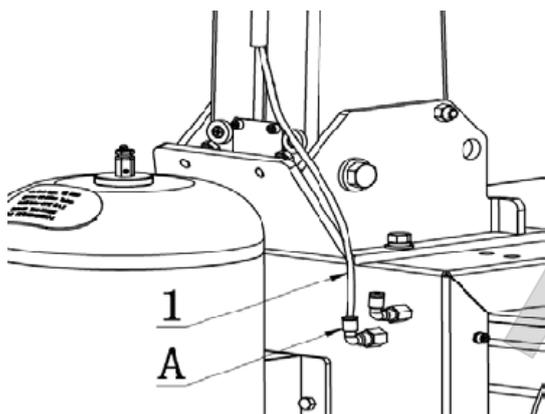

Рис. 8-7
6. Подсоединение воздушного шланга колонны: вставьте шланг Ø6 (рис. 8-7, поз.1) в разъем (рис. 8-7, поз. А) в задней части корпуса, как на рис. 8-7.